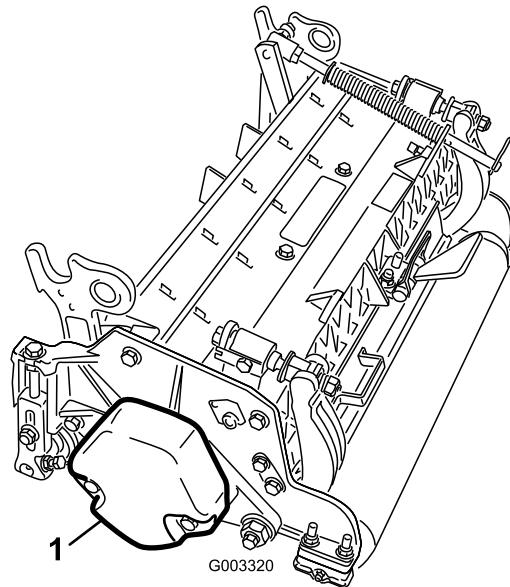

Рисунок 4
3. Убедитесь, что противовес (Рисунок 4) установлен на соответствующем конце режущего блока, как описано в *Руководстве по эксплуатации* режущего блока.